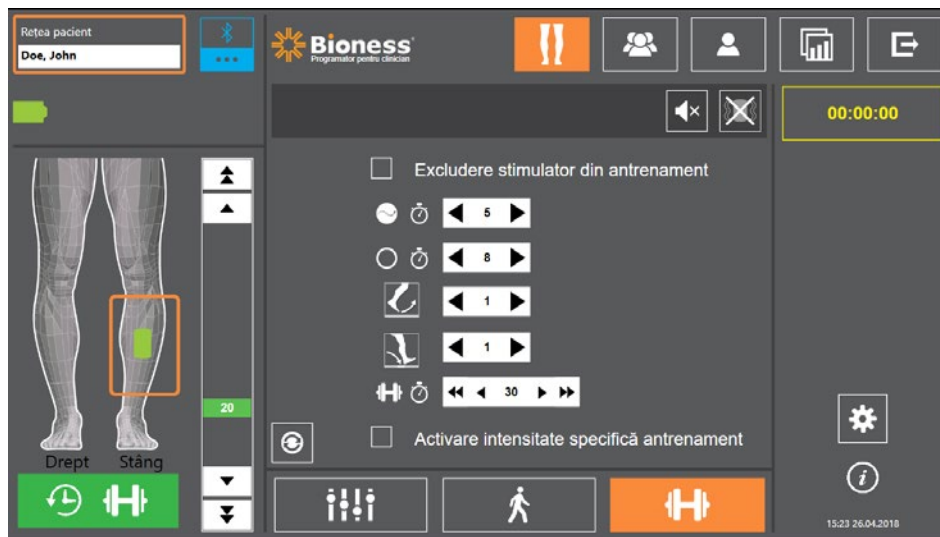

Figura 9-7: Programarea stimulării, ecranul Setări parametri
2. Apăsați pe pictograma Setări program  din bara de navigare pentru a se deschide ecranul Parametri. Consultați Figura 9-7.
3. Ecranul va arăta dispozitivele GIE legate ca pictograme de culoare verde pe diagrama picioarelor din partea stângă a ecranului Parametri. Consultați Figura 9-7. Dispozitivul GIE selectat va fi încadrat într-un chenar portocaliu.